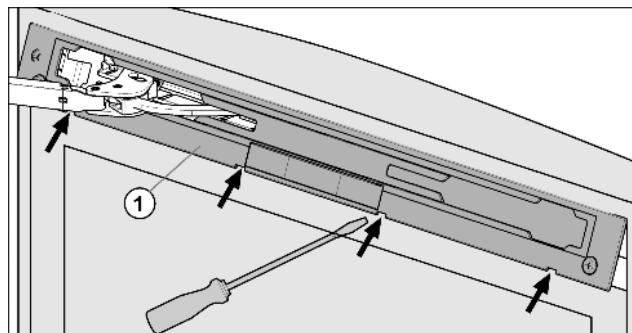

Fig. 4
- Staccare il pannello Fig. 4 (1) con un cacciavite ad intaglio e rimuoverlo.